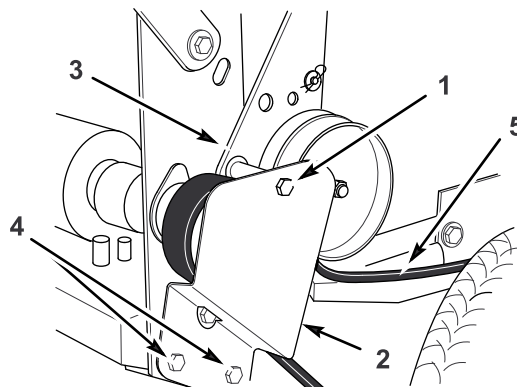

Bild 42
- Entfernen Sie die obere Schraube, mit der der Spannscheibenträger und die Spannscheibenhaltung am hinteren Rahmen befestigt ist (Bild 42).
- Lockern Sie die beiden unteren Befestigungsschrauben so weit, dass der Riemen zwischen der Antriebsscheibe und dem Spannscheibenträger durchgeht (Bild 42).
- Setzen Sie die obere Schraube ein, mit der der Spannscheibenträger am hinteren Rahmen befestigt ist (Bild 42).
Antriebsscheibe und dem Spannscheibenträger durchgeht (Bild 42).